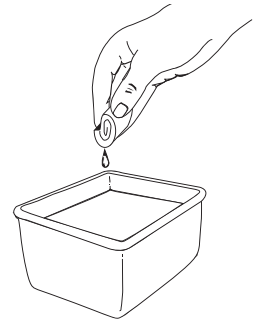

Fig. 24
- Lave el filtro con agua y detergente (Fig. 24). Enjuague bien el filtro y déjelo secar.